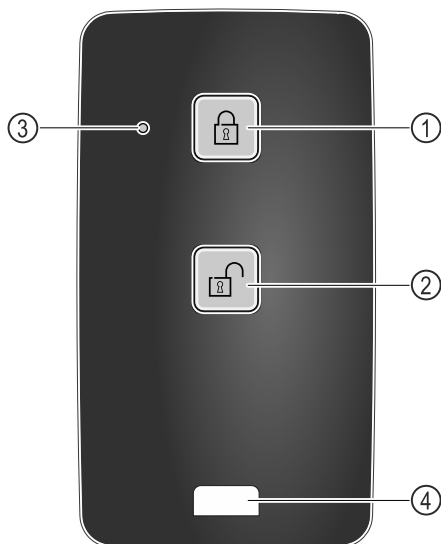

Fig. 219
- ▶ Pritisnite tipko Fig. 219 (1) na oddaljenem upravljalniku.
- ▶ Pritisnite tipko Fig. 219 (2) na oddaljenem upravljalniku.
- ▶ Stanje lučke LED Fig. 219 (3) ob pritisku vrne optične povratne informacije.
- ▶ Zavihek Fig. 219 (4) za pritrditev oddaljenega upravljalnika, na primer na obesek za ključče.